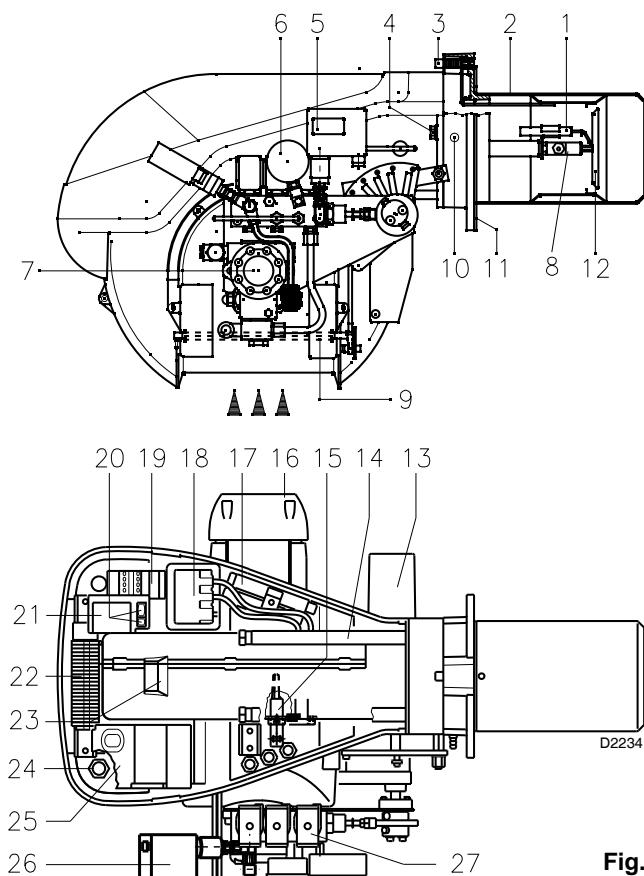

Fig. 1
4.3 Descrizione bruciatore (Fig. 1)
Blocco apparecchiatura: l'accensione del pulsante dell'apparecchiatura 25) (Fig. 1) avverte che il bruciatore è in blocco.
Blocco motore: per sbloccare premere il pulsante del relè termico 19) (Fig. 1).
(1) boccaglio: corto - lungo
- 4 - Prolunghe 17)(Fig. 1) per guide 14)(Fig. 1)